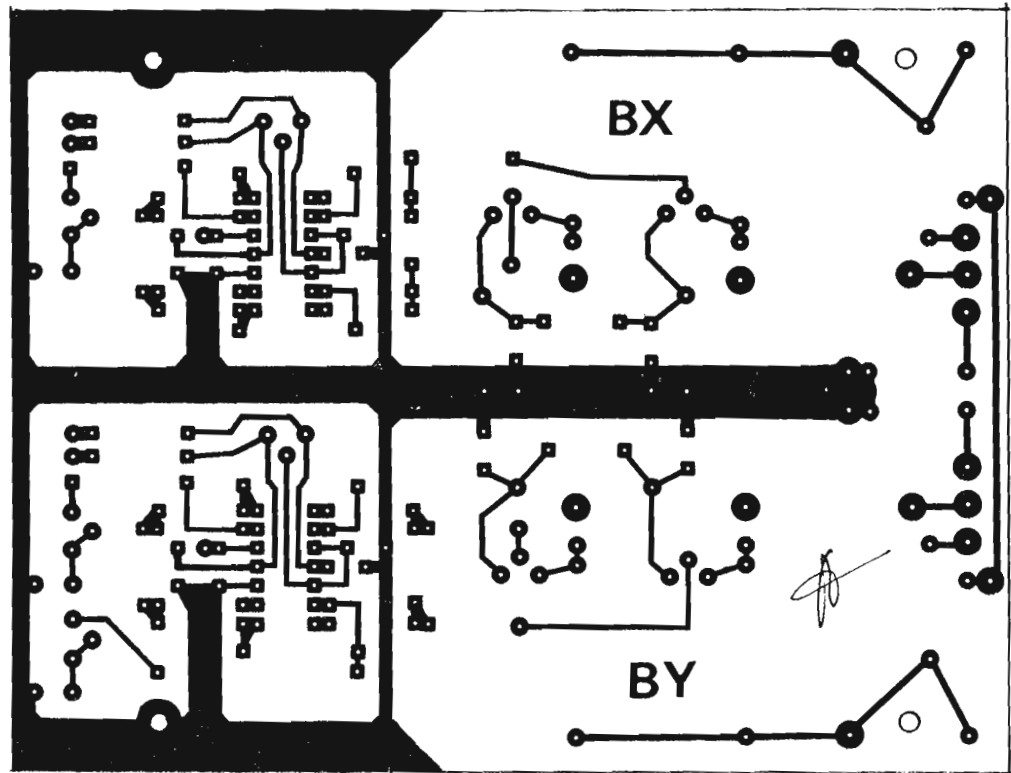

Fig. 5.
- Les picots à fourche des masses du 24 V, du 12 V et du ± 6 V sont reliés à la traversée isolante n° 10 (fig. 5 du n° 1746). Cette traversée est elle-même à la masse à l'exté-
rieur du boîtier (voir fig. 5 du numéro précédent).
a) Le circuit imprimé (voir fig. 5)
Toutes les liaisons sont soudées au verso, platine installée. Celle-ci se fixe à l'arrière du cadre gauche, à proximité immédiate du support de tube (voir fig. 5 du dernier numéro). L'écartement est donné par des entretoises de 15 mm. Les trous existent d'origine sur les profilés du cadre.